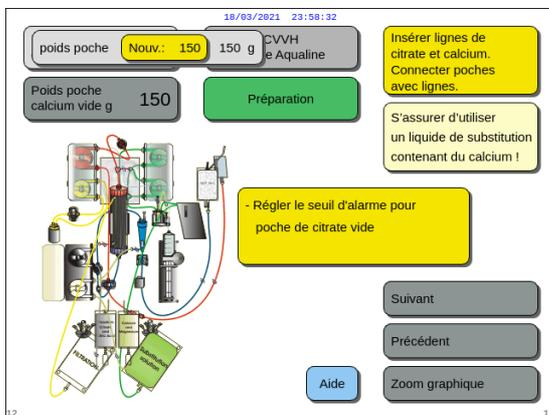

Fig. 73
2. Ajuster le nouveau poids en tournant le *bouton de sélection principal* ⌚ vers la gauche ou la droite selon les besoins (Fig. 73).